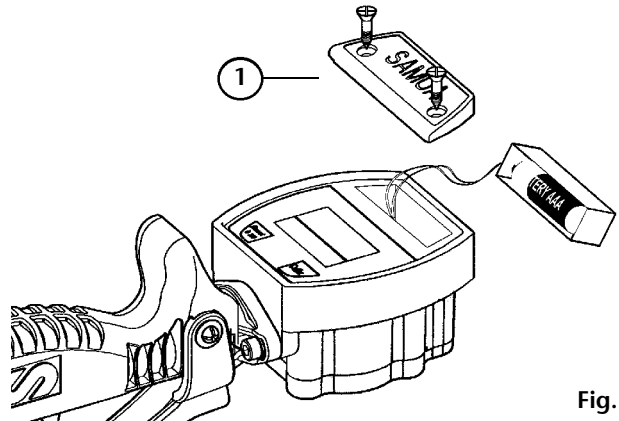

Fig. 5
1. Remove the screws and the battery cover (1) (Fig. 5).
3. Reattach the battery cover (1).
1. Destornillar y retirar los tornillos y la tapa de las baterías (1) (Fig. 5).
3. Volver a montar la tapa de las baterías (1).
1. Dévisser et retirer les vis ainsi que le couvercle des piles (1) (Fig. 5).
3. Remonter le couvercle des piles (1).
1. Die Schrauben und den Batteriedeckel (Bild 5) lösen.